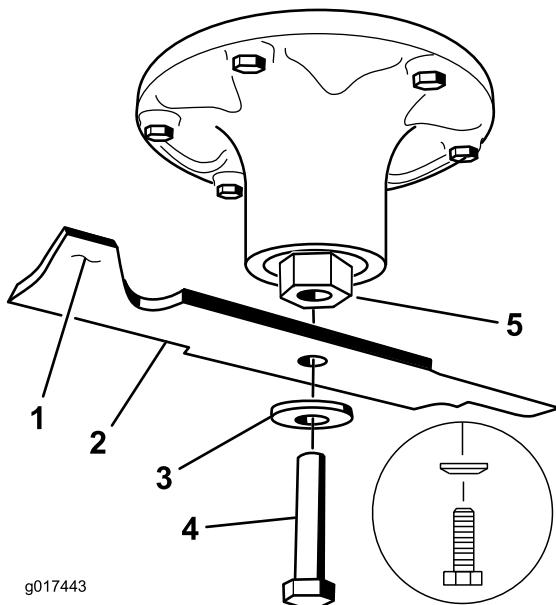

Figure 92
2. Enlevez de l'axe, le boulon, la rondelle bombée et la lame (Figure 92).
1. Placez la lame sur l'axe (Figure 92).
2. Montez la rondelle bombée et le boulon de lame (Figure 92).